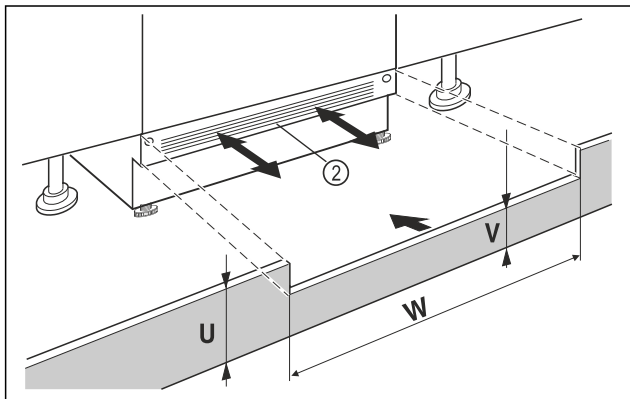

Fig. 98 Примерное изображение
- ▶ Установите цокольную панель устройства Fig. 98 (2), но еще не фиксируйте ее.
- ▶ Если цокольную панель Fig. 98 (2) видно, потяните её вперед настолько, пока передний край вентиляционной решетки не станет вровень с цокольной панелью мебели.
- ▶ Если цокольная панель Fig. 98 (2) скрыта, сдвиньте её назад как можно дальше.
- ▶ Вентиляционное отверстие должно быть полностью открытым: При необходимости следует подрезать цокольную панель мебели по высоте Fig. 98 (U)!
- ▶ Подгоните высоту перемычки Fig. 98 (W) по всей ширине ниши Fig. 98 (V) под цокольную панелью устройства Fig. 98 (2).